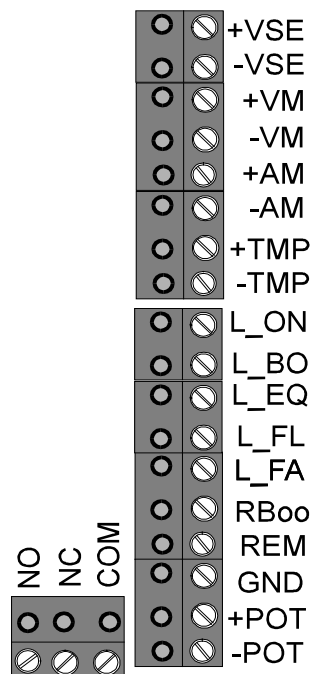

Figura 8.
- ❑ Collegare il - (filo nero) del sensore della temperatura al connettore "-tmp" come da figura 8.
- ❑ Collegare il + (filo rosso) del sensore della temperatura al connettore "+tmp" come da figura 8.
- ❑ Collegare un filo rosso da 0,75 mm² tra il polo positivo di batteria e il connettore “+Vse” del caricabatterie come da figura 8.
- ❑ Collegare un filo nero da 0,75 mm² tra il polo negativo di batteria e il connettore “-Vse” del caricabatterie come da figura 8.
Il caricabatterie è dotato un contatto pulito di allarme (varia in base al modello). Il contatto viene attivato se la tensione della batteria è compresa tra Vmin e Vmax. (Vedere figura 8, collegamenti remoti: NO, NC, COM).
Victron Energy fornisce quattro pannelli remoti in grado di collegarsi al caricabatterie. Vedere in figura 8 il connettore della scheda stampata per la connessione dei pannelli remoti.